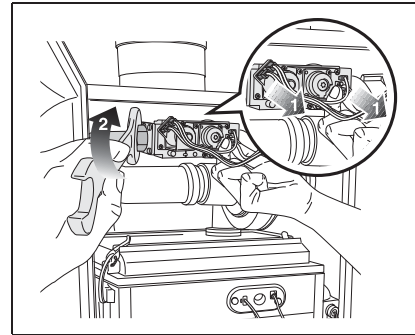

Fig. 4
- Estrarre la spina dell'allacciamento alla rete della valvola del gas (fig. 4, pos. 1) e allentare il dado di raccordo della tubazione del gas (fig. 4, pos. 2).
- Estrair le spine della valvola del gas (fig. 4, pos. 1) ed allentare il raccordo a vite del tubo de gas (fig. 4, pos. 2).